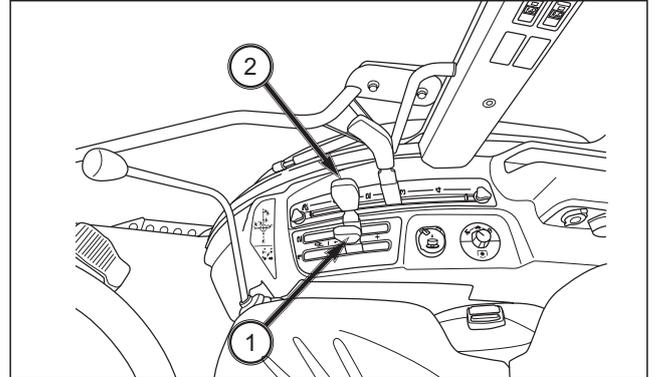

FIG. 107
FIG. 107: La palanca del sistema hidráulico auxiliar externo (1) controla la elevación / descenso del implemento cuando se usa el primer conjunto de acopladores remotos. La palanca del sistema hidráulico auxiliar externo (2) controla el implemento cuando se utiliza el segundo conjunto de acopladores remotos.